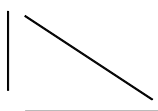
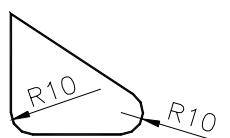
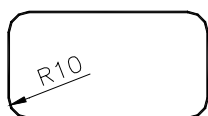

Fig. U6.30
Fig. U6.31
Fig. U6.32
5. Desenul din Fig. U6.30 trebuie adus la forma din Fig. U6.31. Specificați care dintre comenzile de mai jos permit acest lucru:
6. Conturul dreptunghiului din Fig. U6.31, realizat cu comanda *RECTANGLE*, este o polilinie. Care dintre opțiunile comenzii permit racordarea simultană a tuturor colțurilor acestuia (Fig. U6.32)?